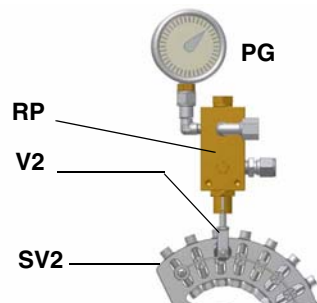

Fig. 26
- 10 per ottenere la portata massima dell'olio regolare la pressione (leggendo il valore sul manometro PG), senza variare la portata d'aria stabilita durante la taratura in funzionamento a gas (vedi par. precedente): sempre controllando i valori di combustione, agire sulla vite del settore variabile relativo all'olio **SV2** (vd. Fig. 26) una volta raggiunta la posizione di alta fiamma.